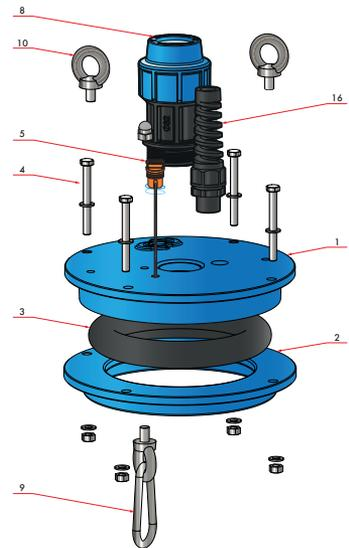

Рисунок 3
(рисунок 3) Оголовок скважинный крепится на обсадной трубе один раз за весь период эксплуатации оголовка. Оголовок скважинный состоит из крышки (1), прижимного фланца (2), резинового кольца (3). Оголовок скважинный фиксируется на обсадной трубе при сжатии винтами (4) резинового кольца (3). Оголовок скважинный имеет отверстие для монтажа насоса и цилиндрическую поверхность для уплотнения крышки (1) с помощью кольца (3). Оголовок скважинный имеет гермоввод (16) электрокабеля насоса, заглушку (5) для закрепления троса от сливного клапана или для установки дополнительного оборудования, цанговый зажим (8) напорной трубы, состоящий из накидной гайки, разрезного кольца, стопорного кольца и уплотнительного кольца. Также в крышке (1) установлен болт, к которому крепятся рым-гайка и карабин троса (9). Проушины (рым-болты) (10), установленные в крышке оголовка (1), дают возможность погружения насоса лебедкой, краном и другими грузоподъемными механизмами.